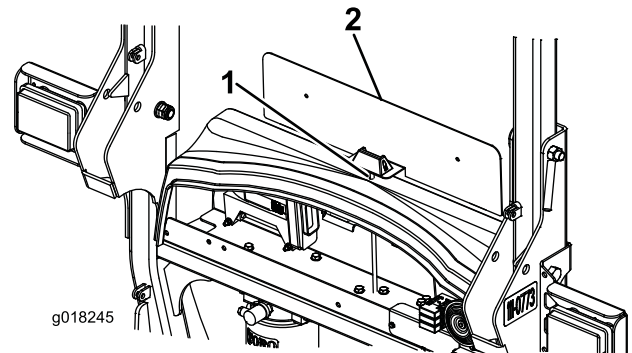

Figura 8
1. En el centro de la moldura de plástico del tabique, a 40 mm aproximadamente desde el borde delantero, perforo un taladro de 8 mm de diámetro (Figura 8).